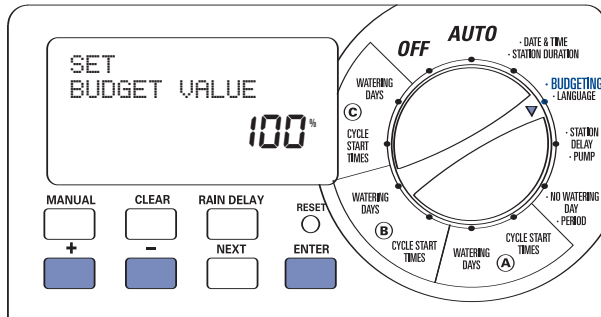

Abbildung 14: „Wassersparschaltung“ einstellen
1. Drehregler auf die Position **BUDGETING** (Sparschaltung) drehen [Siehe Abbildung 14]